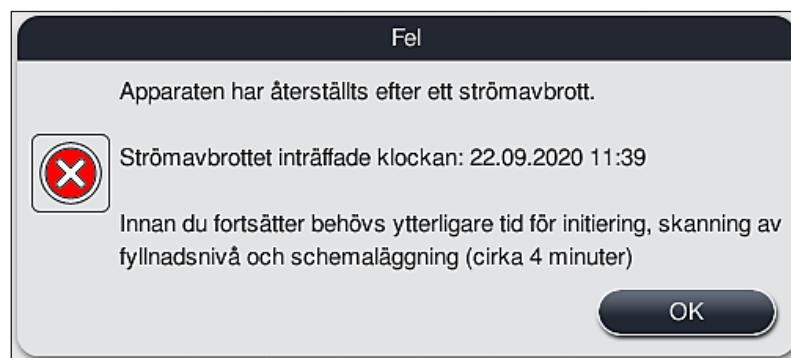

Bild 108
- ① Det första informationsmeddelandet efter det att enheten har startats om informerar operatören om tidpunkten för strömavbrottet (→ "Bild 108"). Bekräfta informationsmeddelandet genom att trycka på **OK** för att få instruktioner för att fortsätta infärgningen.